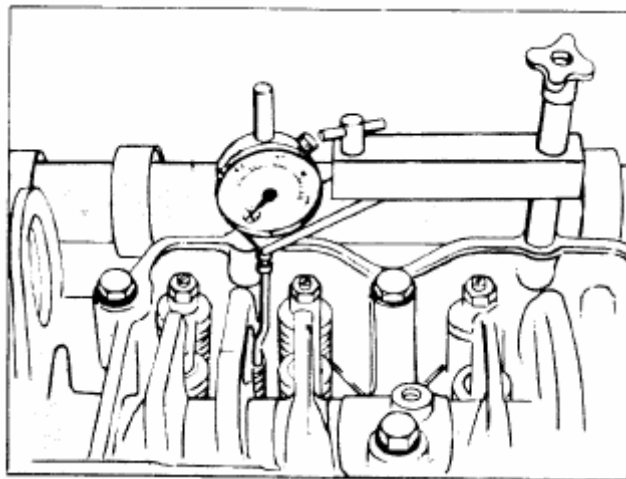

Рис.2-43 (OM1051L). Удлинитель соприкасается с плунжером
2. Установите опору для индикатора ST-1170 с удлинителем индикатора на верх фланца плунжера инжектора на цилиндре на цилиндре No.3. Рис. 2-43. Удостоверьтесь в том, что удлинитель индикатора закреплен в стойке индикатора и не касается рычага коромысла.